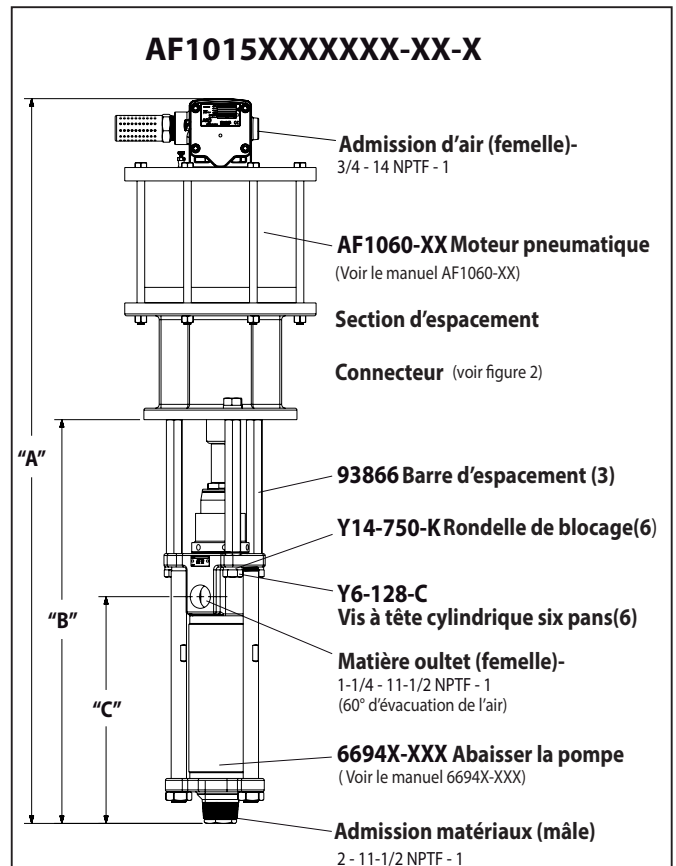

Figure 1
2. Retirez les trois vis de blocage (Y6-128-C) et lock (Y14-750-K) rondelles de trois tiges d'espacement (voir figure 1).